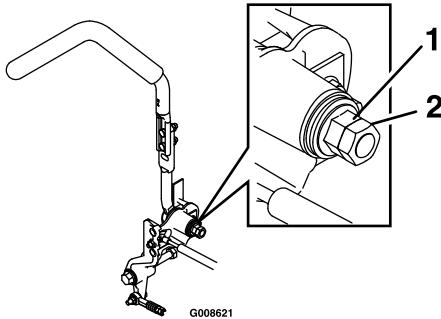

Bild 63
2. Lösen Sie die Klemmmutter (Bild 63).
- ## 2. Lösen Sie die Klemmmutter (Bild 63).